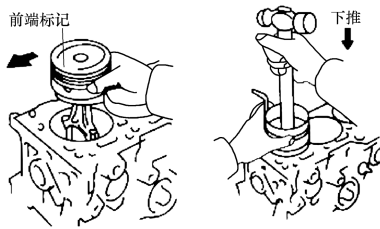

图 1-75 安装活塞连杆组件
2) 用活塞环卡箍收紧各道活塞环, 将活塞连杆组平稳、小心地插入气缸。**装配时注意活塞顶部的箭头应朝向发动机前端,** 如图 1-75 所示。